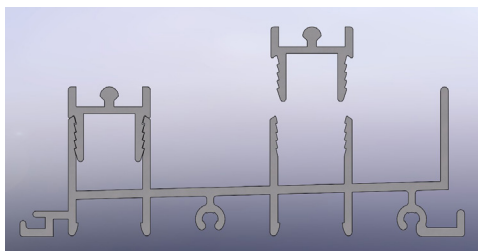

Figura 16
13. Una vez sellados los tornillos de instalación, instale los insertos del umbral. Hay un inserto para cada riel. (Consulte la figura 16).